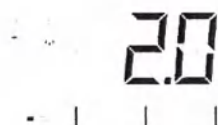

Рисунок 1.4 – Электронный блок (контроллер).
- 1 Нажмите кратковременно кнопку SET . Начнет мигать индикатор * (рис.1.4).